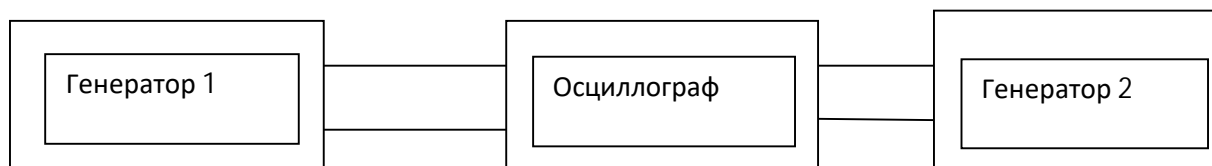

Рис.13. Схема измерений.
3.1. Собрать схему измерений (Рис. 13).